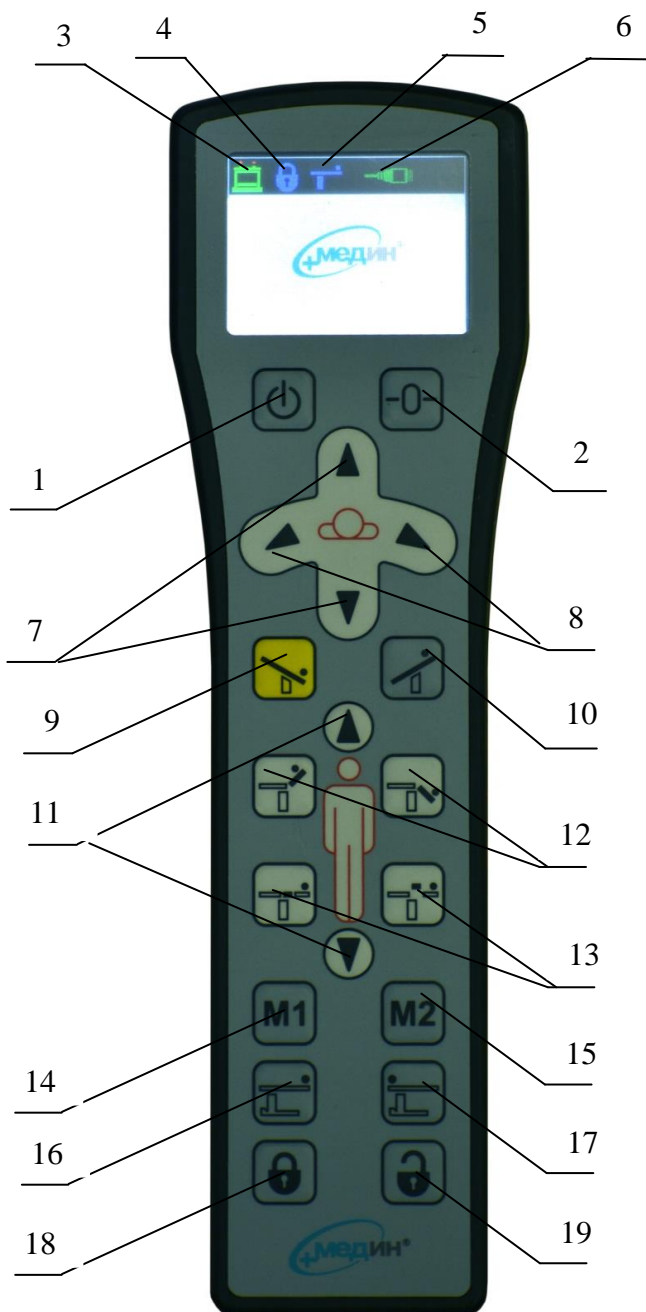

Рисунок 5. Ручной пульт управления.
10.1.1 Для включения пульта нажмите и удерживайте 3 сек кнопку 1 (Рисунок 5). На экране отображается логотип «МЕДИН», индикатор зарядки аккумуляторной батареи 3, индикатор положения пациента 5 и индикатор проводной связи пульта с системой управления 6.